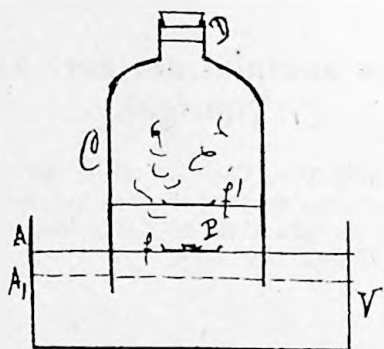

Fig. 52
EXPERIENȚA 86. Luăm un vas mai larg cu apă V (fig. 52). Pe suprafața apei punem o farfuriuță mică de porțelan cu o bucată de **fosfor** f. li dăm foc. Fosforul se aprinde numai decăt. Punem de asupra vasul în formă de clopot C, sau orice alt cilindru de sticlă mai larg. Cu chipul acesta, arderea fosforului (P) se face într'un spațiu mărginit, adică